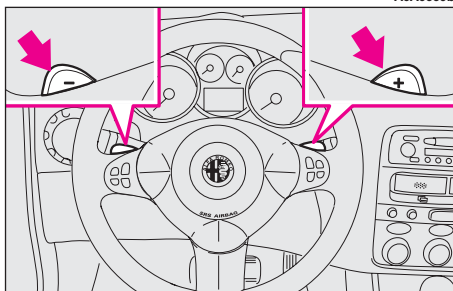

fig. 125
- des leviers au volant (**fig. 125**), à actionner seulement lorsque la vitesse de la voiture dépasse 0,5 km/h.